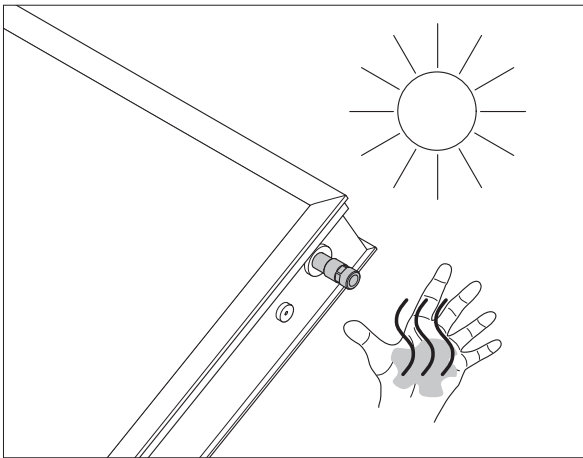

Abb. 3 Kollektoranschlüsse erhitzen sich bei Sonneneinstrahlung
- Verbrennungsgefahr an den Kollektoranschlüssen, sobald Kollektor unabgedeckt der Sonne ausgesetzt wird (s. Abb. 3).